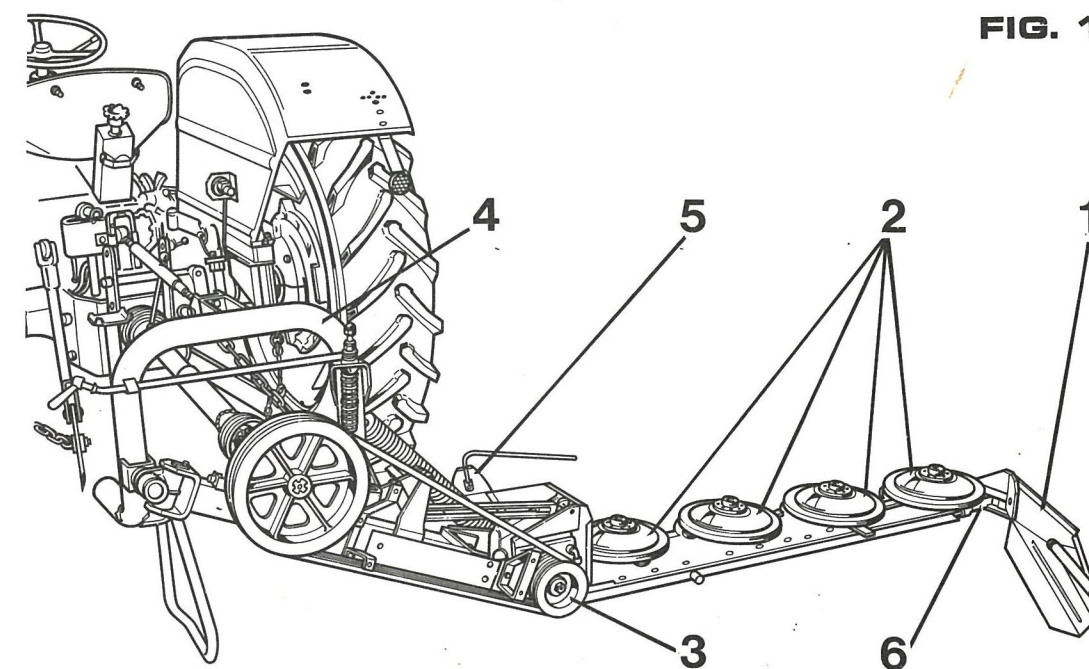

FIG. 1
démontages préliminaires (FIG.1 & 2)
- démonter la poulie (3 Fig.1) et sa clavette (9) puis sortir le flasque arrière (7) de charnière;